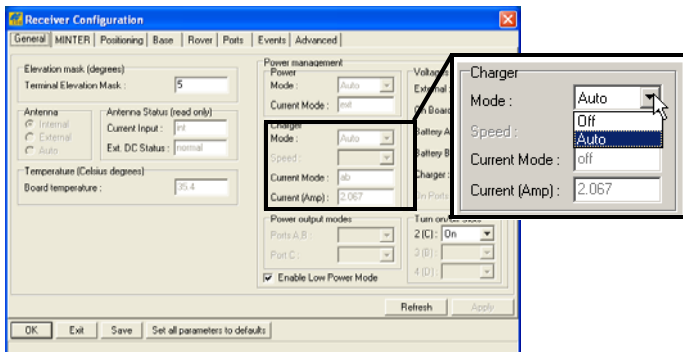

Figura 2-10. Seleccionar el Modo del Cargador
4. Seleccione la lista desplegable *Charger Mode* (Modo del Cargador) para definir el modo del cargador deseado (Figura 2-10 en la página 2-13). *Current Mode* muestra la batería de carga: a, b, ab, or none (off) (ninguna (apagado)).